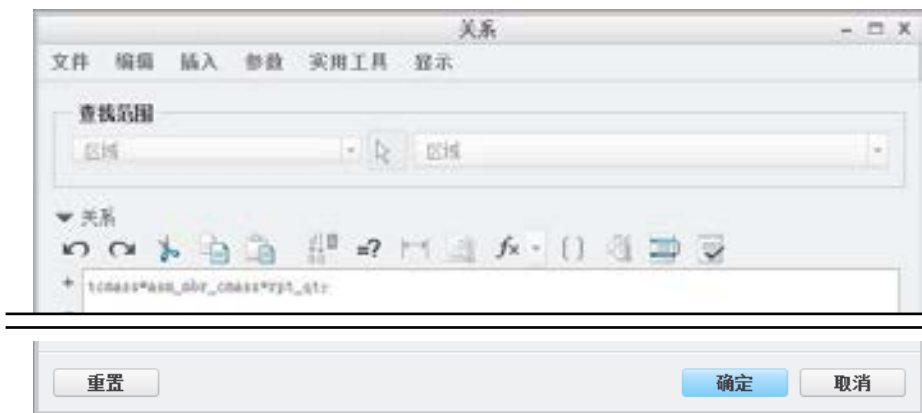

图 8.4.12 “关系”对话框
Step4. 在文本框中输入关系式“ $tcmass=asm_mbr_cmass*rpt_qty$ ”，如图 8.4.12 所示，该式的含义是：总计质量等于单件质量与数量的乘积。单击 **确定** 按钮。